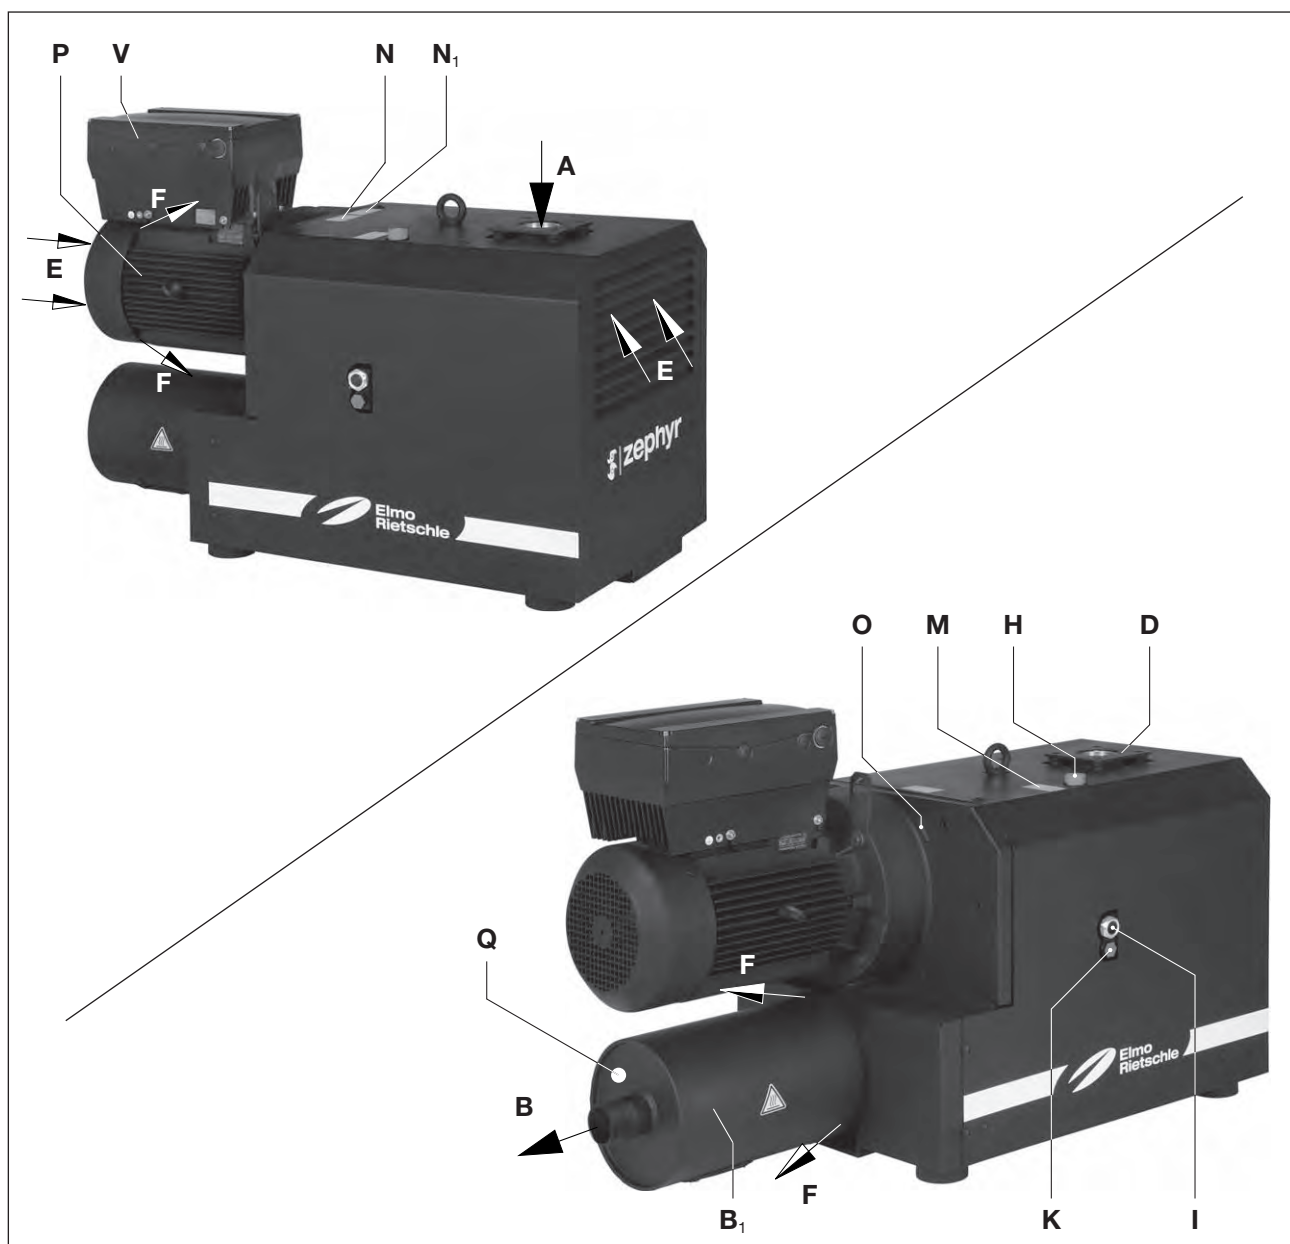

Abb. 2 Vakuumpumpe C-VLR 301 (F001)
- die Maschine darf im Drehzahl- und Frequenzbereich gemäß Datenschild (Abb. 2/N₁) betrieben werden
Die Type C-VLR 301 (F001) hat saugseitig einen Anschlussflansch und druckseitig einen Auslassschalldämpfer (Abb. 2/B₁). Die Type C-VLR 301 (F002) hat saugseitig ein Vakuummeter (Abb. 2/Y), einen Ansaugfilter (Abb. 2/S₁) und druckseitig einen Auslassschalldämpfer (Abb. 2/B₁). Ein integriertes Rückschlagventil verhindert ein Belüften des evakuierten Systems nach dem Abstellen der Pumpe.
Die VLR 301 ist durch eine Dämmhaube gekapselt. Um die Verdichtungswärme abzuführen, wird die Kühlluft mit Hilfe eines Trommellüfters, welcher die frische Kühlluft (Abb. 2/E) ansaugt und die erwärmte Luft am Kühlluftaustritt (Abb. 2/F) ausbläst, zwischen dem Verdichter und der Haube hindurchgesaugt.
Der Drehstrommotor mit integriertem Frequenzumrichter (Abb. 2/V) ermöglicht stufenlose Regelung der Drehzahl.
Öl-Einfüllstelle (Abb. 2/H), Öl-Schaugläser (Abb. 2/I) und Öl-Ablässe (Abb. 2/K) müssen leicht zugänglich sein.
Die Kühlluft-Eintritte (Abb. 2/E) und die Kühlluft-Austritte (Abb. 2/F) müssen mindestens 30 cm Abstand zu benachbarten Wänden haben. Austretende Kühlluft darf nicht wieder angesaugt werden. Für Wartungsarbeiten ist vor den Ansaugfilter (Abb. 2/S₁, 2/S₂) min. 40 cm Abstand vorzusehen.
- a) Saugleitung anschließen (Abb. 2/A).
- b) Die abgesaugte Luft kann durch den Ausblasschalldämpfer bei (Abb. 2/B) ausgeblasen oder über eine Leitung weggeführt werden.
- b) Frequenzumrichter (Abb. 2/V) entsprechend der Betriebsanleitung 610.00260.01.00-DE oder der beigelegten Anschlussbelegung anschließen. Für die Einhaltung der Schutzart (IP 65) sind geeignete Kabelverschraubungen bzw. Verschlüsse vorzusehen.